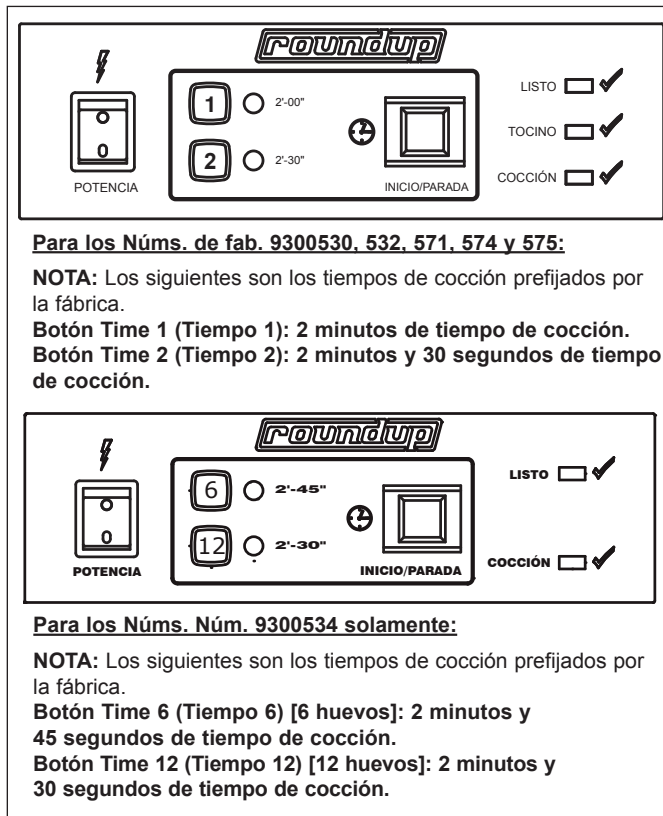

Figura 4. Interruptor selector de tiempo
8. Seleccione el ciclo de cocción deseada (Figura 4).
Use un ciclo de dos minutos para los huevos a temperatura ambiente o el ciclo de dos y medio minutos para los huevos refrigerados (Figura 4 arriba).
Seleccione 6 para seis huevos o 12 para una docena (Figura 4 abajo)